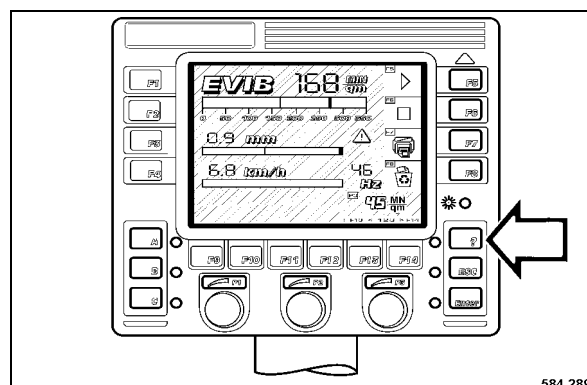

Fig. 85
- Appuyer sur la touche "?" (Fig. 85) pour passer sur l'écran des menus.